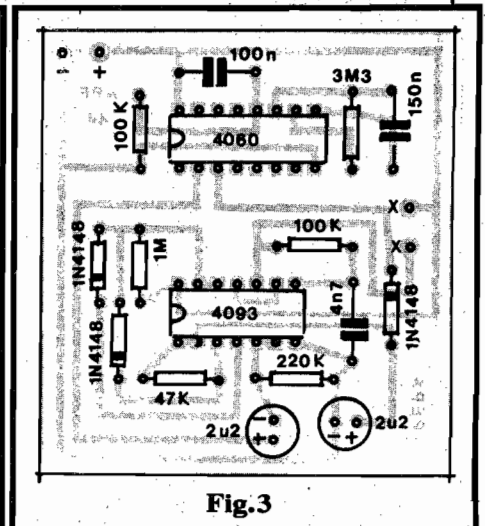

Fig.3
- FIG. 3 - CHAPEADO DA MONTAGEM - O lado não cobreado da placa mostra, agora, as peças já "repousando" em suas posições definitivas... Pedimos aos Leitores/Hobbistas (como é costume), a maior atenção na colocação dos componentes polarizados, ou sejam: os Integrados, os diodos e os capacitores eletrolíticos (qualquer desses que for colocado "invertido" na placa, "danará" tudo, além de poderem ocorrer danos à própria peça...). Quanto aos resistores e capacitores de poliéster, cuidado para não "trocar" suas posições em função